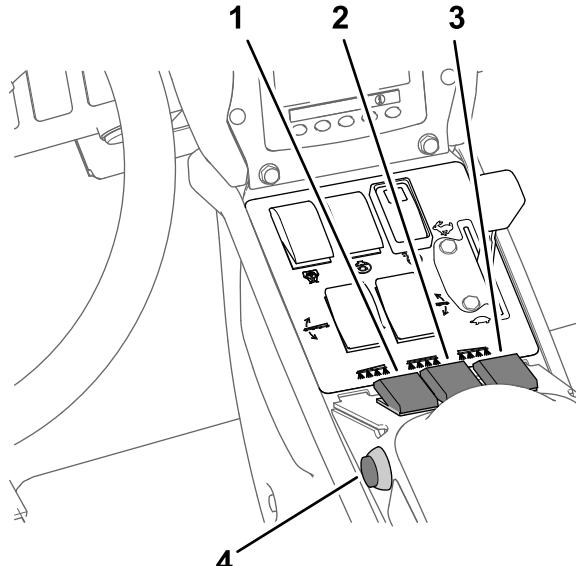

Рисунок 39
- Установите переключатель (переключатели) секций опрыскивания в положение Вкл. (Рисунок 39).
10. Начните движение на машине с требуемой скоростью, а затем установите главный переключатель секций в положение Вкл., чтобы начать опрыскивание (Рисунок 39).
- Установите главный переключатель секций в положение Выкл.; см. Рисунок 39 в разделе Опрыскивание в режиме заданной нормы внесения \(страница 41\).
- Устанавливайте переключатели секций по мере необходимости в положения Вкл.; см. Рисунок 39 в разделе Опрыскивание в режиме заданной нормы внесения \(страница 41\).
- Начните движение на машине с требуемой скоростью, а затем установите главный переключатель секций в положение Вкл., чтобы начать опрыскивание Рисунок 39 Опрыскивание в режиме заданной нормы внесения \(страница 41\)